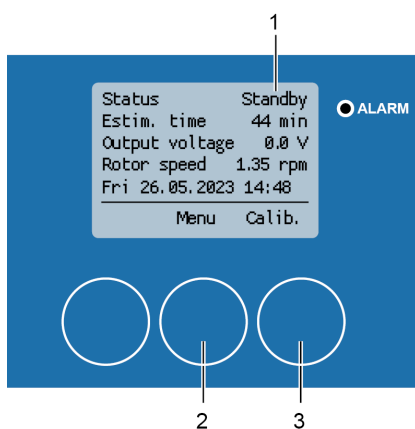

Abbildung 119: Kalibrierung abgebrochen
1. Drücken Sie [Menü] (Abbildung 119/1), um das Menü „1 Hauptmenü“ (Abbildung 120) zu öffnen.